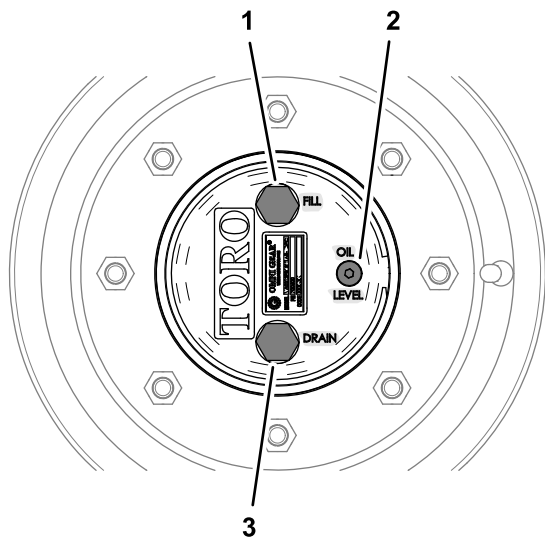

Figura 96
1. Com a máquina numa superfície plana, posicione uma roda de forma a que o tampão de enchimento fique na posição mais elevada (12 horas) e o tampão de drenagem na posição mais baixa (6 horas) (Figura 96).
mais baixa (6 horas); consulte Figura 96 em Verificação do lubrificante da transmissão da engrenagem planetária (página 73).